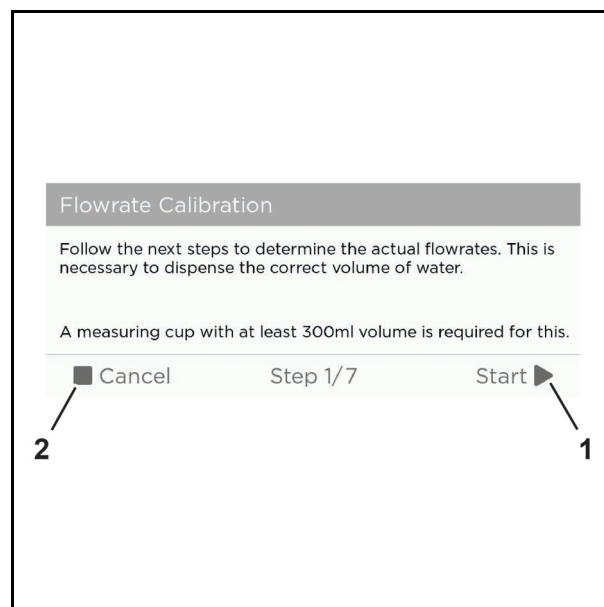

Abb. 57 Przykładowa grafika
1. Nacisnąć przycisk „Start” (start) (Abb. 57/1), aby rozpocząć kalibrację lub „Cancel” (anuluj) (Abb. 57/2), aby anulować kalibrację.